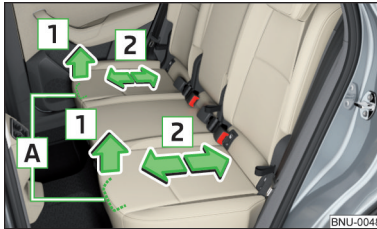

Abb. 86
- › Den Hebel **A** in Pfeilrichtung **1** ziehen und den Sitz in die gewünschte Position in Pfeilrichtung **2** verschieben » Abb. 86. Nach dem Loslassen des Bedienungshebels muss die Verriegelung hörbar einrasten.
- › Den Sitz bis zum Anschlag nach hinten verschieben » Abb. 86 auf Seite 89.